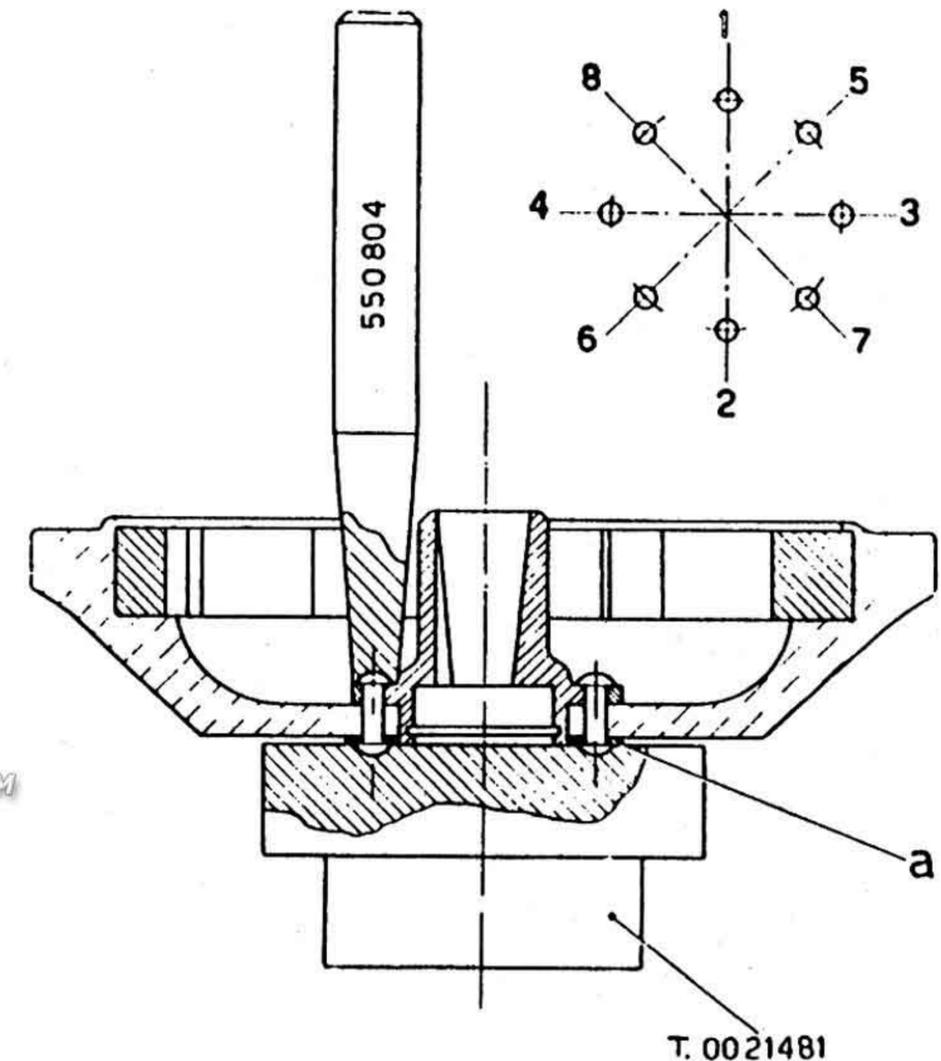

Fig. 22
3. - Enlever la rondelle « a » (fig. 22) et, après, sortir les rivets avec le poinçon 550805.
5. - Majorer au \varnothing 4,5 mm les trous de la rondelle voir n. 3 marquée par « a » sur la fig. 22. (Pour les Vespa G. S./VS 1 - VS 2 - VS 3 - VS 4 et VS5, majorer les trous au \varnothing 5,5 mm.). Monter la rondelle sur l'extérieur du rotor, la came et les rivets majorés, passant au tour les têtes dans l'ordre indiqué sur la fig. 22 avec la matrice T. 0021841 et le poinçon 550804.